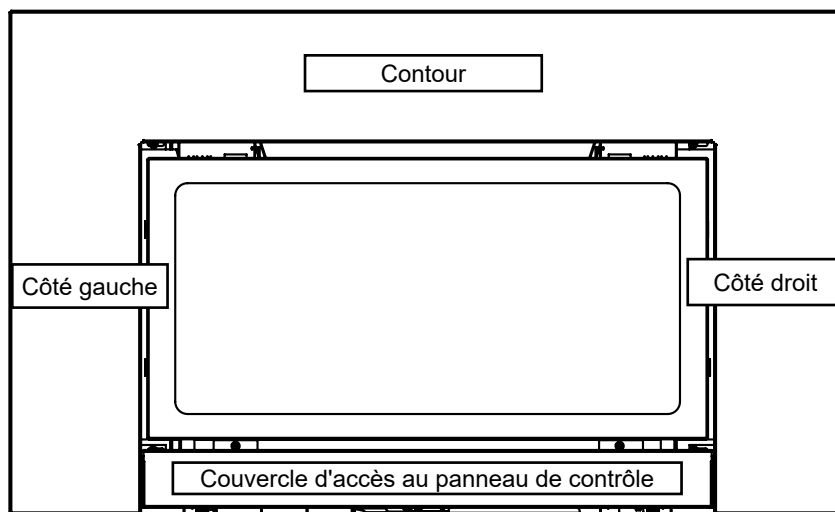

Figure 6.2.01:
*Les côtés gauche et droit du foyer correspondent aux côtés identifiés à la **Figure 6.2.01**.